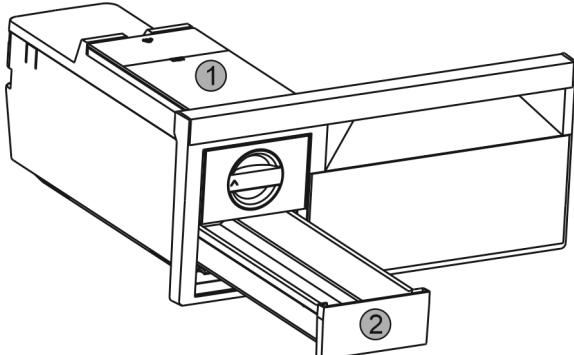

Fig. 46
- Odoberte nádržku na vodu Fig. 46 (1) a zásuvku na kocky ľadu Fig. 46 (2).